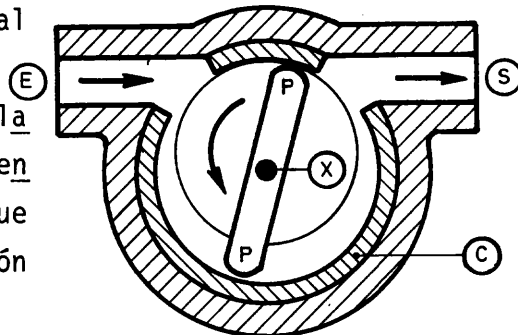

Fig. 4
Bomba de paleta (fig. 4). Se compone de un cuerpo cilíndrico (C), en el cual gira la excéntrica (X), con 2 paletas deslizantes (P), que tienden a abrirse por la acción del resorte central y la fuerza centrífuga.